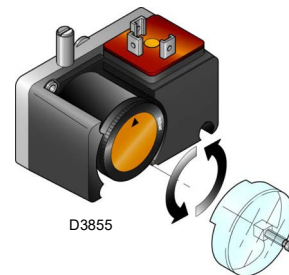

Abb. 28
- Stellen Sie den Gas-Mindestdruckwächter (Abb. 28 auf Seite 26) auf den Skalenanfangswert ein.
Den Gas-Mindestdruckwächter (Abb. 28) nach erfolgter Einstellung des Brenners, der Gasventile und des Stabilisators der Gasarmatur einstellen.